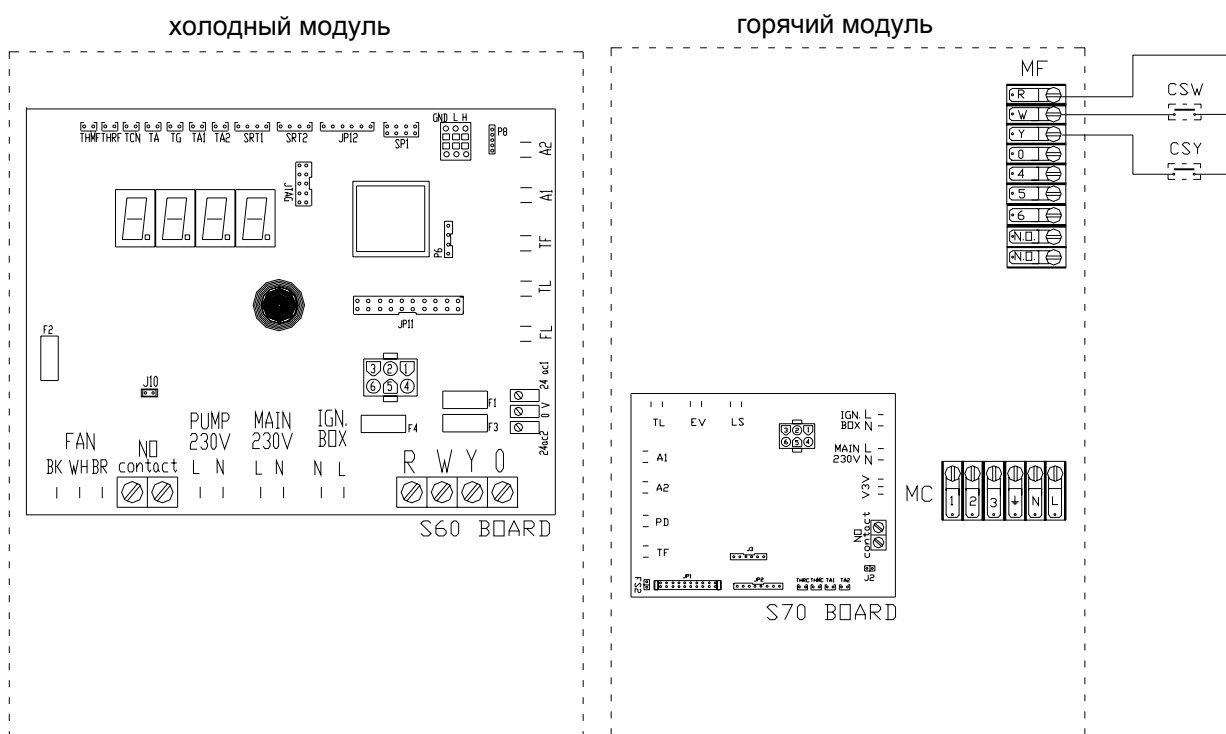

Рисунок 43 - "AYF/4": пример электрического соединения разрешающего контура
Для выполнения соединения аппарата "AYF/4" действовать следующим образом (пример Рисунок 43):
2. Подготовить кабель, подходящий для данного соединения (смотри Рисунок 43).
3. Найти зажимы разрешающего контура (R,W,Y,0) на вертикальной зажимной коробке (MF) и выполнить соединения между контрольным выключателем горячего контура (CSW), контрольным выключателем холодного контура (CSY) и зажимами **R**, **W** и **Y** как показано на Рисунок 43.